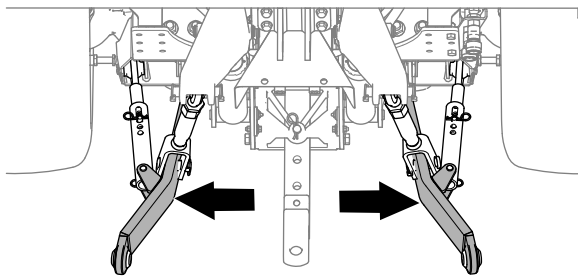

図 26
4. スタビライザーアーム 図 26 を外側一杯に出す牽引車両のオペレーターズマニュアルを参照。